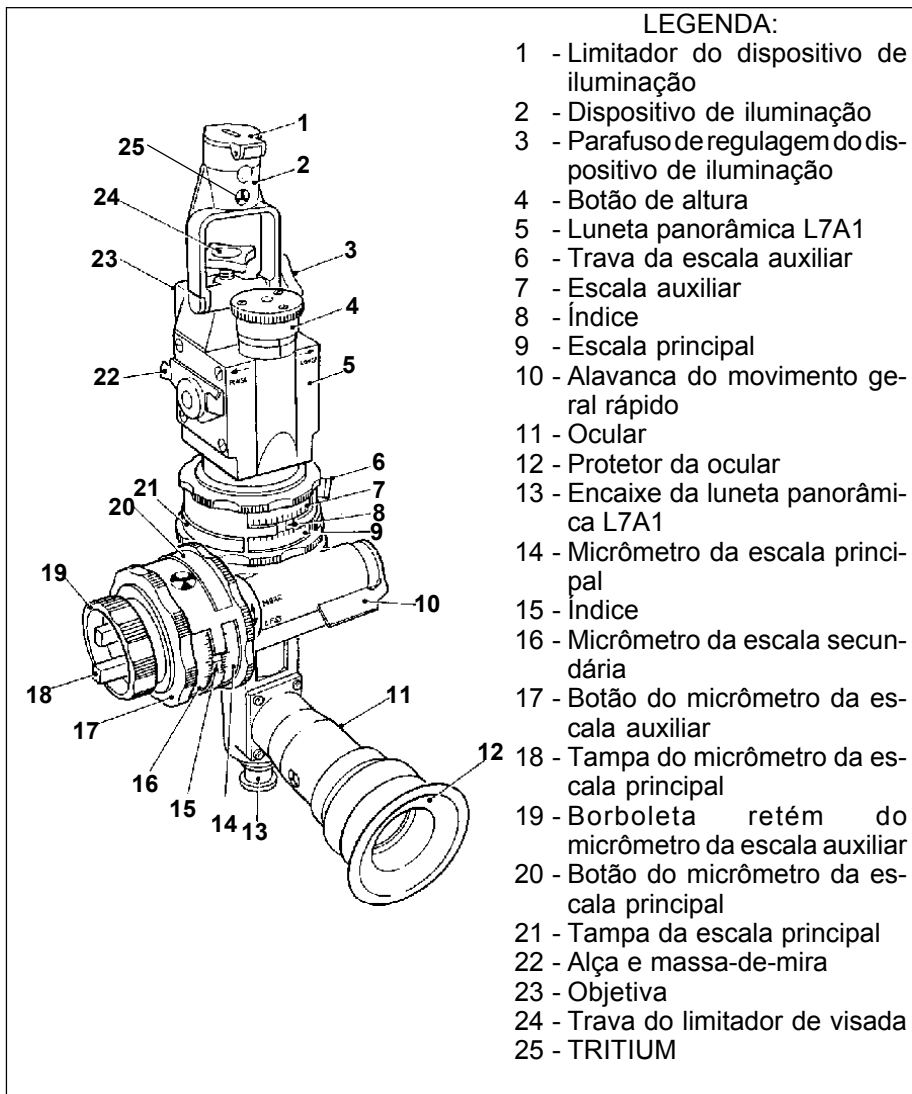

Fig 11-12. Luneta Panorâmica L7A1
b. Coloque a luneta panorâmica L7A1 (Fig 11-12) em seu suporte.
(1) Ponto Afastado: